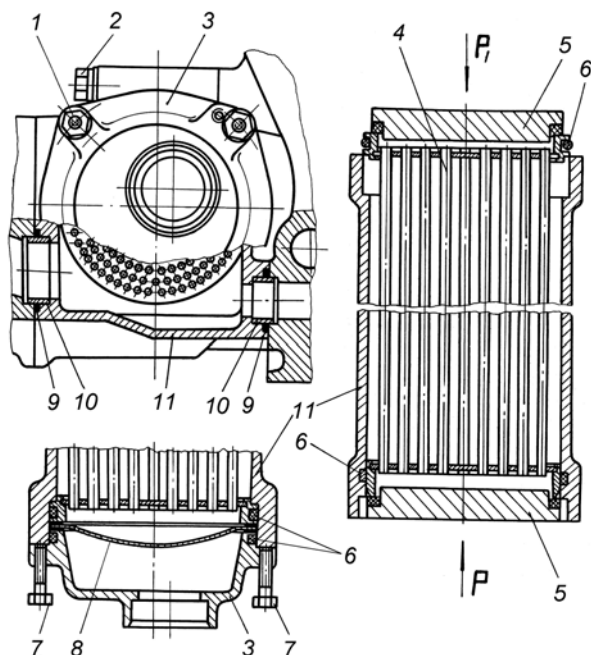

Рис. 11. Водомасляный радиатор:
2 Не снимая радиатора с двигателя, отвернуть гайки 1 (рис. 11) крепления передней крышки 3 радиатора.
3 Отвернуть болты 2 (рис. 11) крепления радиатора и снять его с двигателя.
1 Отвернуть гайки 1 (рис. 11) крепления обеих крышек 3 радиатора.
1 Заменить уплотнительные кольца 6 и 9 (рис. 11) на новые и установить на свои места, не допуская их повреждения и перекручивания,
- 1 При установке маслорадиатора обратить внимание на то, чтобы втулки 10 (рис. 11) уплотнительных колец 9 вошли в отверстия на блоке цилиндров без перекоса и закусывания.